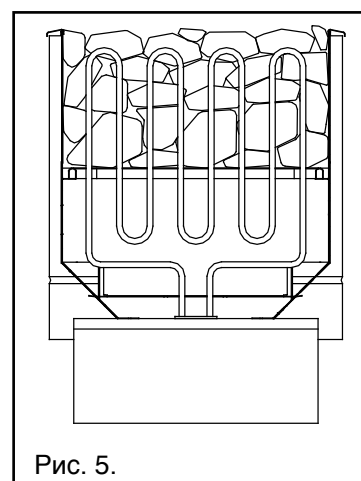

Рис. 5.
- Камни должны полностью накрыть ТЕНы (рисунок 5).
- Переключатель тока управления находится внизу на передней стороне каменки. (См. рис. 5)